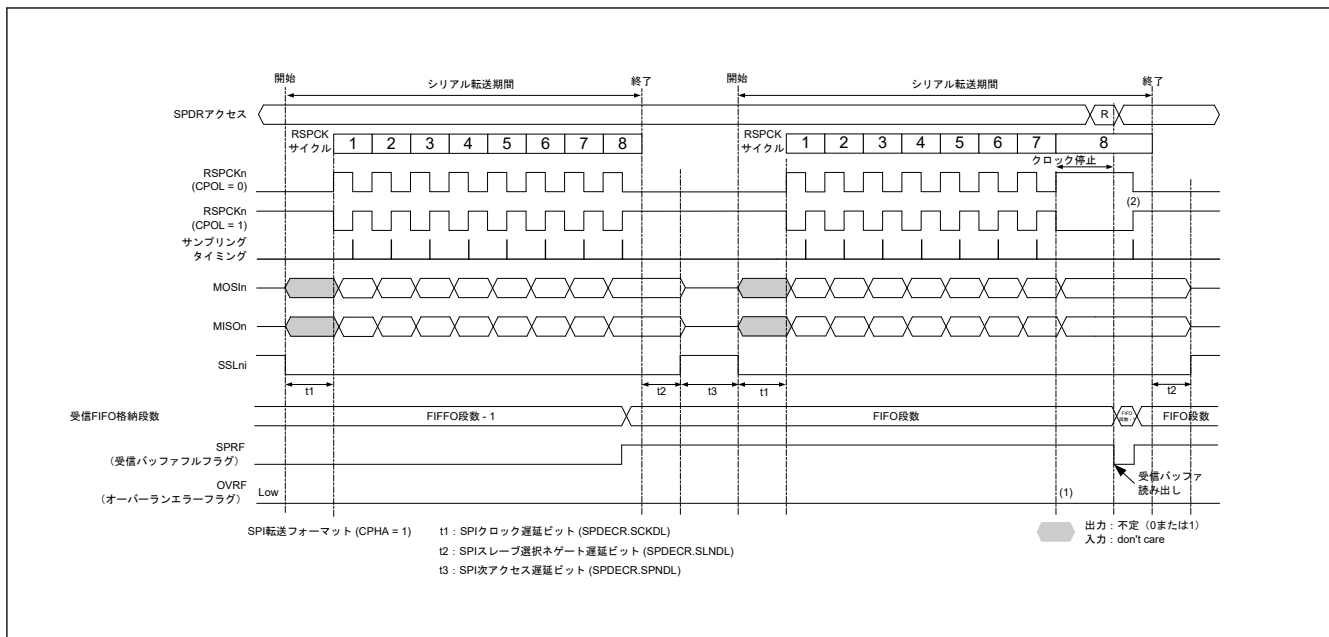
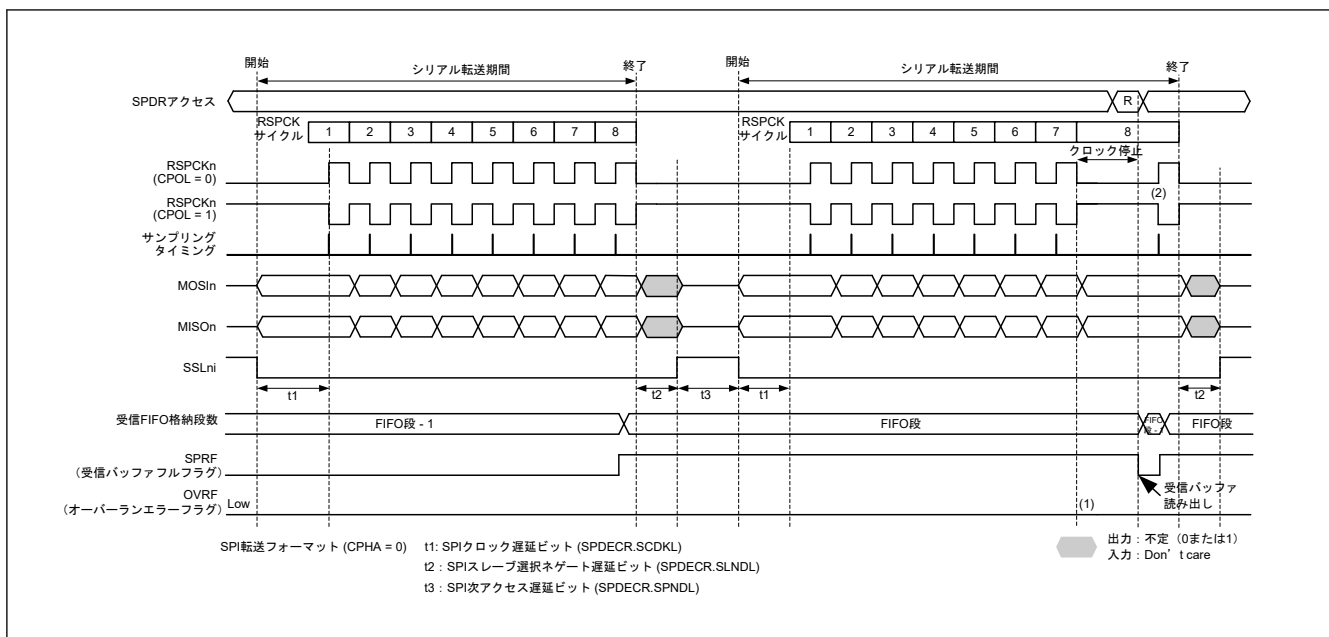

図 32.48 マスタモード時に FIFO の段数分のデータが格納された状態でシリアル転送が継続されるときのクロック停止波形 (CPHA = 1)
図 32.49 マスタモード時に FIFO の段数分のデータが格納された状態でシリアル転送が継続されるときのクロック停止波形 (CPHA = 0)
マスタモードで RSPCK 自動停止機能を有効 (SPCR.SCKASE = 1) にした場合は、オーバーランエラーが発生しません。図 32.48 と図 32.49 に、マスタモード時の受信バッファフルの状態でのシリアル転送が継続するときのクロック停止波形を示します。
以下に、図 32.48 および図 32.49 の (1)、(2) に示したタイミングでのフラグ動作を説明します。